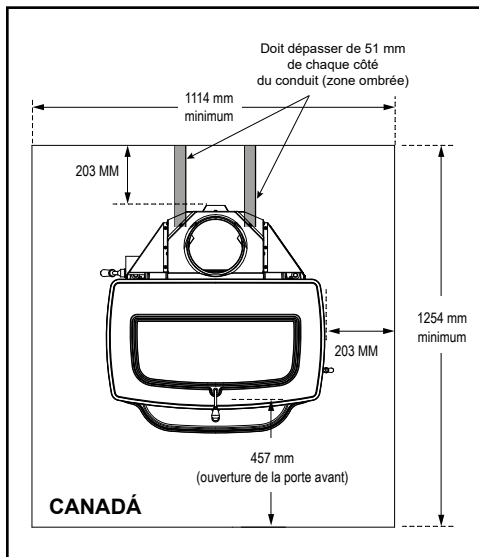

Figure 3.7
***EXCEPTION :** Lorsque l'évacuation est horizontale, des protections de plancher incombustibles doivent s'étendre sous le conduit et se prolonger de 51 mm (2 po) de chaque côté du conduit, Figure 3.7.